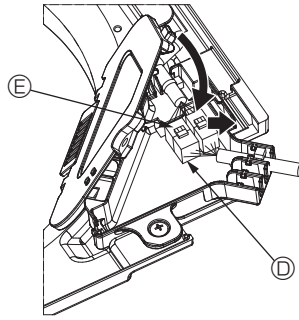

Fig. 10-9
- ③ Sluit de kap van de schakeldoos.
- Wanneer u de kap van de schakeldoos sluit, schuift u de kap in de richting van de pijl en zorgt u ervoor dat het uitstekende deel er goed invalt. (Fig. 10-9)